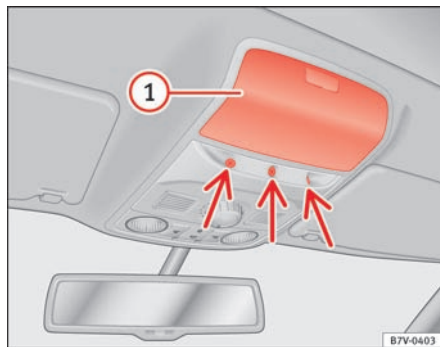

Fig. 49 I tagkonsollen: kabineovervågnings-sensorer
Luk brillerrummet ⇒ Fig. 49 ① i tagkonsollen, da kabineovervågningens funktion (pile) ellers ikke er sikret optimalt.